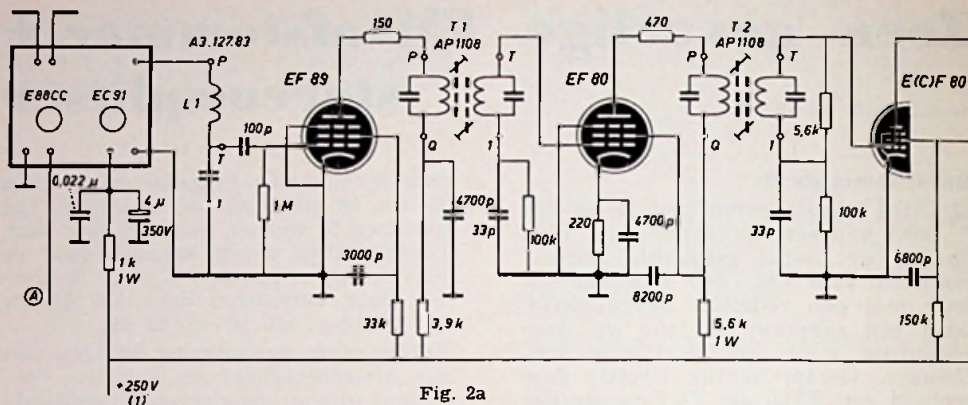

Fig. 2a
I.v.m. stereo-ontvangstmogelijkheden dient de mf-versterker (fig. 2a) naast een grote versterking ook een grote bandbreedte te bezitten. Een grote versterking is bereikt door een juiste combinatie van trappen te gebruiken